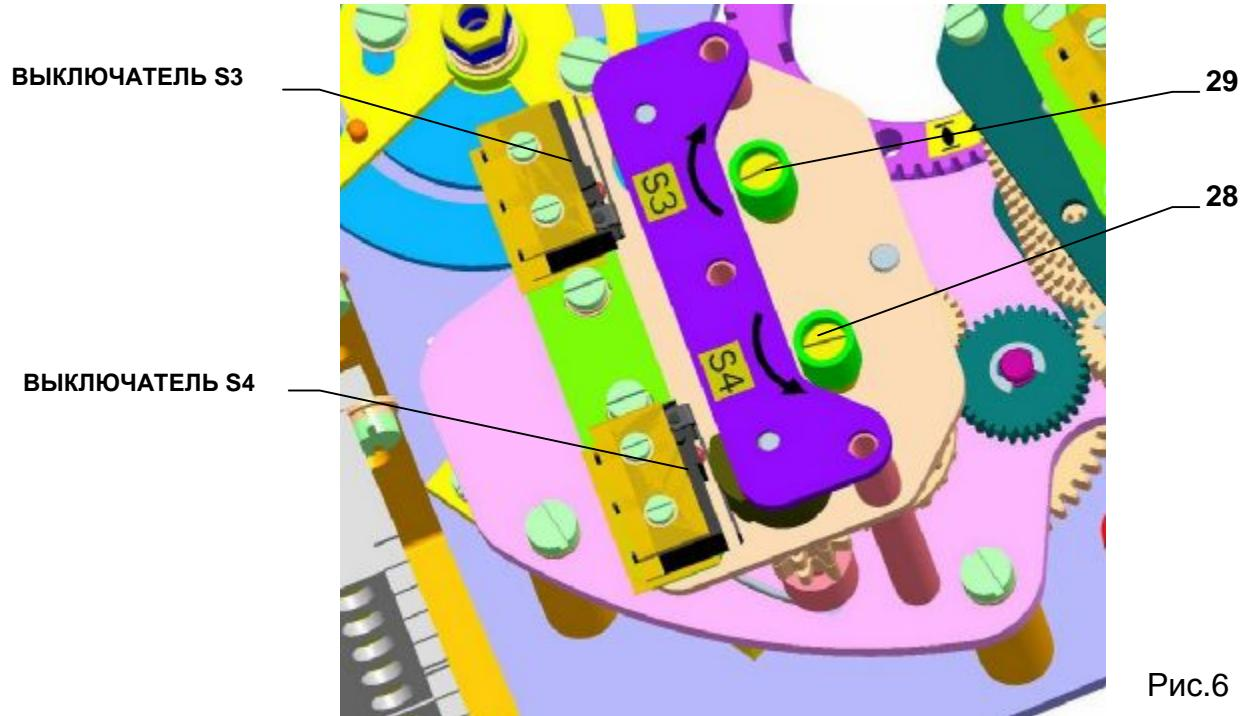

Рис.6
Проверка позиционных выключателей (рис. 6,8). При движении ЭП в направлении «закрыто» переключить контакты выключателей S4 либо S6 нажатием выключающего контакта соответствующего выключателя. При правильном подсоединении ЭП должен остановиться при переключении контактов выключателя S4 и сигнализировать при переключении контактов выключателя S6. Аналогично повторить испытание и для направления «открыто». При нажатии выключающего контакта выключателя S3 либо S5 ЭП должен остановиться, либо соответственно сигнализировать. В случае неисправности следует опять сконтролировать присоединение выключателей в соответствии с соединительной схемой.
ЭП на заводе изготовителя настроен на ход, который отвечает 6-ому степеню по табличке №.3, или на ход, соответствующий спецификации заказчика. Ход на типовом щитке ЭП отвечает макс. ходу при перестановке редуктора на 11. степень по табл. №.3. При установке, настроении и перестановке выключателей положения и сигнализации поступайте следующим образом (Рис.6,7):
- ЭП перестановите в положение «открыто», электрическим путем или вручную. Если ЭП при электрическом переводе во время хода выключит в промежуточном положении перед достижением положения «открыто» от выключателя положения S3 (Рис.6), отверткой вставленной в стопорный винт(29), вращайте после его оттеснения в направлении стрелки (смотри Прим. №1) и продолжайте в перстновке ЭП в положение «открыто».
- ЭП перестановите в положение «закрыто», электрическим путем или вручную. Если ЭП при электрическом переводе во время хода выключит в промежуточном положении перед достижением положения «закрыто» от выключателя положения S4(Рис.6), отверткой вставленной в стопорный винт(28), вращайте после его оттеснения в направлении стрелки (смотри Прим. №1) и продолжайте в перстновке ЭП в положение «закрыто ».